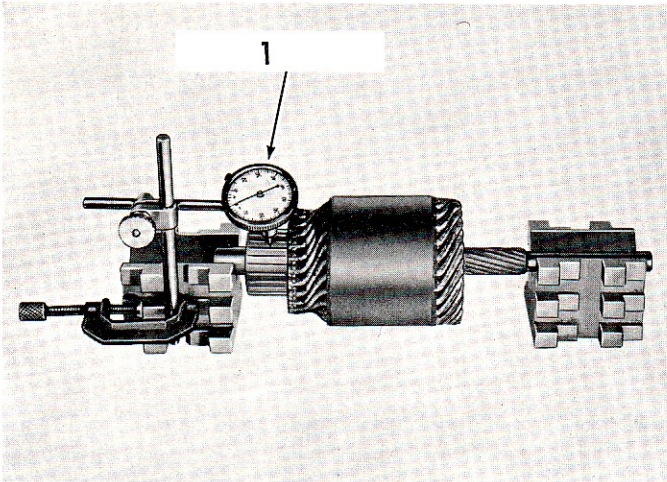

Fig. 39.
9. Vérifier l'excentration du collecteur suivant Fig. 39. Si l'excentration est supérieure à la valeur tolérée page 71, tourner le collecteur avec un outil bien affûté. Faire tourner l'induit à grande vitesse et prendre une passe légère. Après tournage, polir le collecteur à l'aide d'un papier abrasif fin.